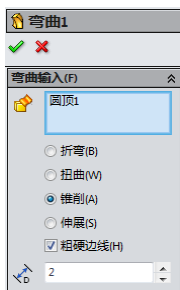

图 6-163 参数设置
- 02 选择绘图区中的模型作为要弯曲的实体，设置【锥削因子】为 2，设置【裁剪基准面 1】的裁剪距离为 70mm，如图 6-163 所示。